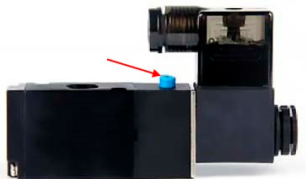

Рисунок 2 – Фиксатор для ручного переключения
5.5. В случае необходимости ручного управления следует воспользоваться фиксатором, указанным на рис. 2.